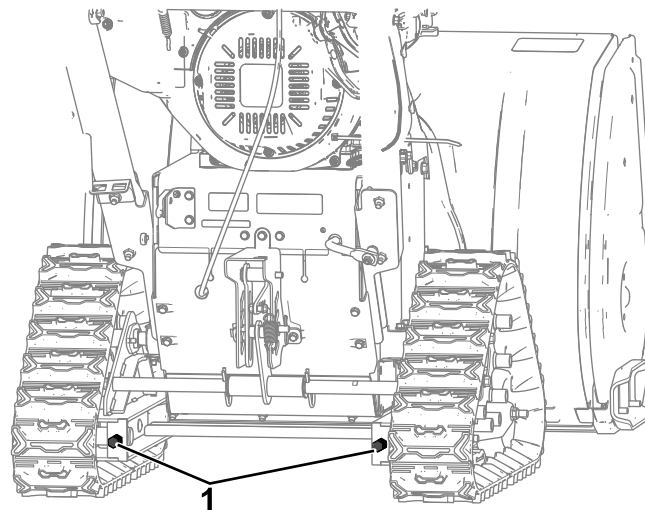

Figura 27
- B. Reglați urubul cu cap hexagonal după cum este necesar (Figura 27).